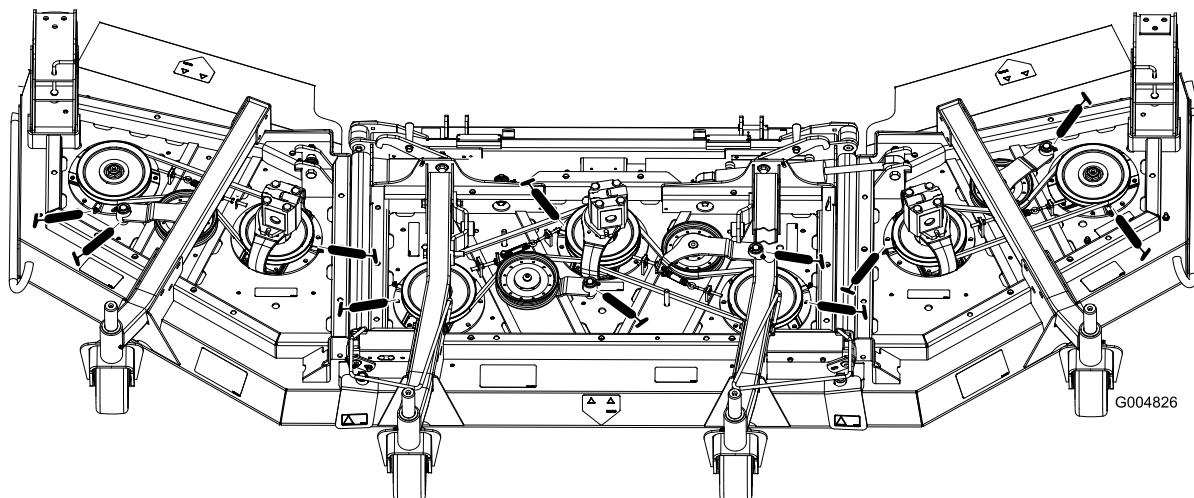

Bild 64
- Drei Spindelwellenlager (unter der Riemenscheibe) (Bild 64)
- Zwei Spannarm-Drehbüchsen (Bild 64)